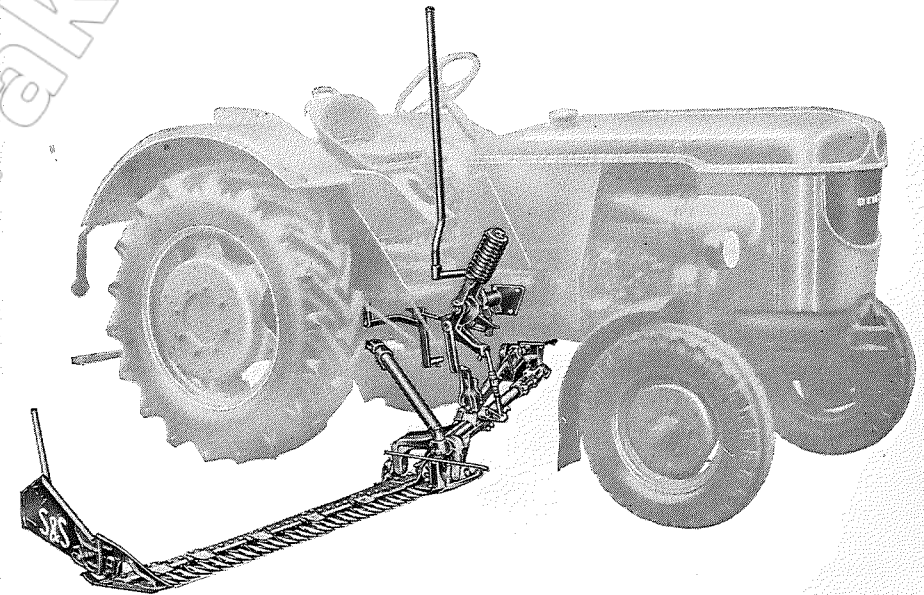

Abb. 1
6. Die **Verbindung** der vorderen Abstützung mit dem hinteren Tragrohr wird durch Einstecken des abgewinkelten Endes des hinteren Tragrohres in das Scharnierauge hergestellt. Die beiden Klemmschrauben sind gut anzuziehen (Abb. 1 u. 2).
8. Der **Mähbalken** wird in der üblichen Weise durch 2 Scharnierbolzen mit dem Scharnier verbunden und durch Splinte, die aufgebogen werden müssen, bzw. durch Federstecker gesichert (Abb. 1. u. 2).